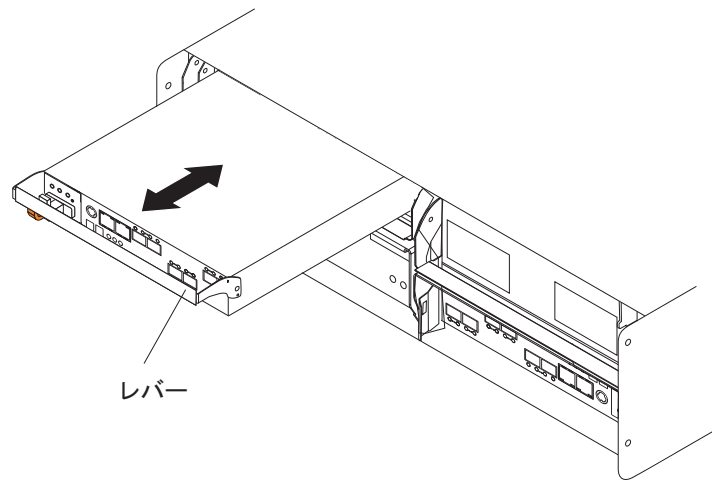

図 16. コントローラーの取り外しと交換
2. 図 16 に示すように、シャーシからレバーをゆっくりと手前に引いて、コントローラーをベイから取り外します。